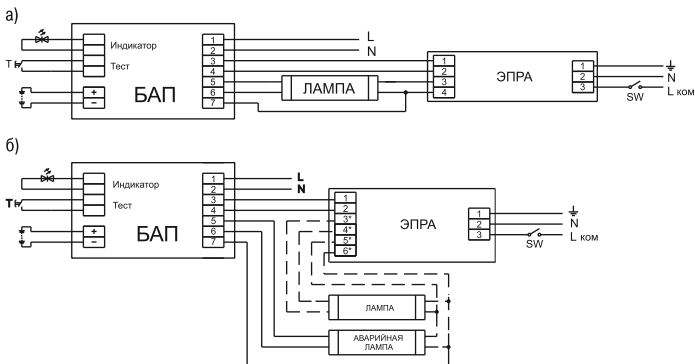

Рисунок 2 – Постоянный режим
4.5 Для подключения БАП к двухламповому светильнику с ЭПРА (рисунок 2б) необходимо:
ВНИМАНИЕ! Схема ЭПРА может отличаться от приведенной в текущем паспорте. Контакты ЭПРА «3*»–«6*» (рисунок 2б) или контакты ЭПРА «3*»–«7» подключить к лампам в соответствии со схемой подключения ЭПРА.
Контакты ЭПРА «3*»–«6*» (рисунок 2б) или контакты ЭПРА «3*»–«7» должны быть подключены к лампам в соответствии со схемой подключения, указанной на ЭПРА.